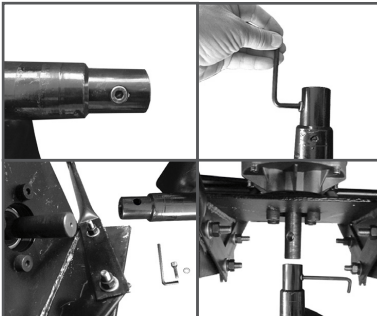

Рис. 5 Установка шнека
10. Выкрутите болт крепления шнека (Рис.5).
2. Снимите крепеж шнека (Рис.5). Отсоедините двигатель от шнека и уберите его в сторону. Двигатель должен опираться на грунт рукоятками и валом отбора мощности.